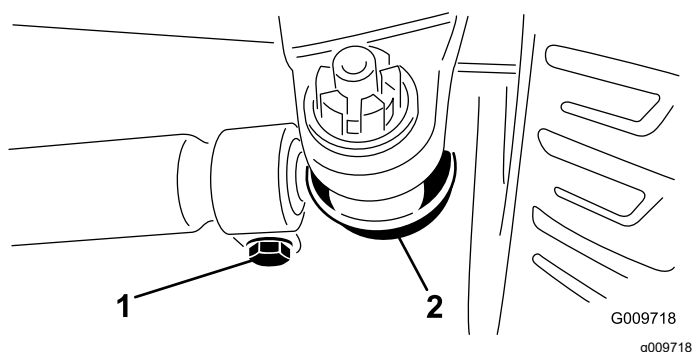

Рисунок 70
2. Для регулировки снимите шплинт и гайку с шаровой опоры тяги (Рисунок 70).
3. Ослабьте зажимы на обоих концах поперечных тяг (Рисунок 70).